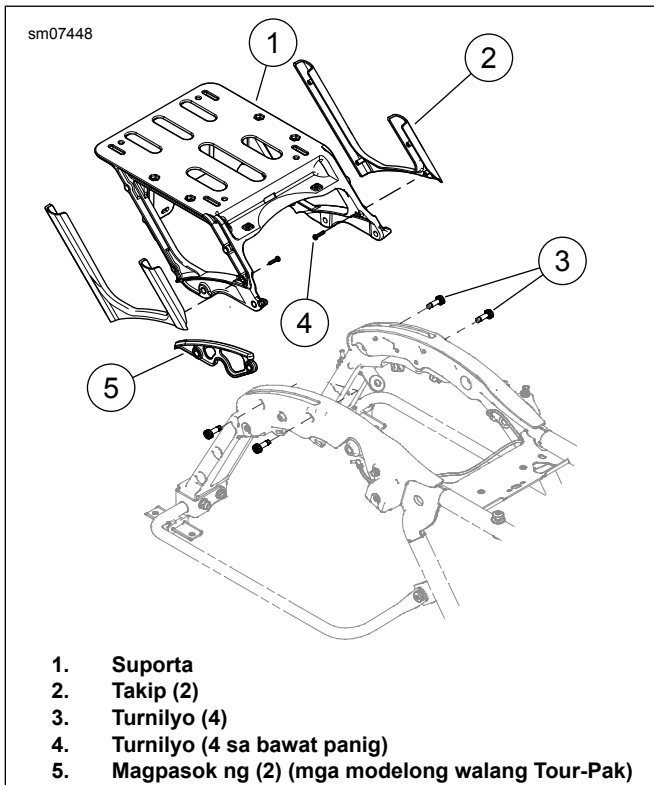

Figure 5. Suporta ng Tour-Pak
- a. Tingnan ang Figure 5 . Alisin ang mga pangkonekta ng harness mula sa mga angkla sa suporta (1).
- b. Alisin ang dalawang turnilyo (3) mula sa bawat panig.